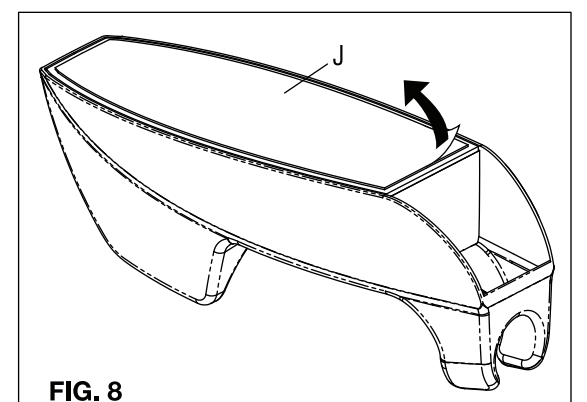

FIG. 8
- a. Peel backing from one side of Adhesive Pad (J). Place adhesive side to the back plate of the Cradle (A). Press firmly over the entire surface to secure the pad. [Fig.8]
- b. Choose a location on a non-porous surface (Note: verify the desired surface is clean and dry before positioning). Peel the backing from the Adhesive Pad (J). Place the Cradle (A) in the desired location and press firmly to secure the docking assembly. For good results, allow 10 minutes before placing Bidet Sprayer Body on its base cradle. [Fig.8]
A) Montaje al Muro usando Adhesivo Doble Faz: [Fig. 8]
- Remueva el papel protector del Adhesivo Doble Faz (J). Aplique el Adhesivo Doble Faz (J) sobre la parte posterior de la Base Soporte (A), presione firmemente para adherencia total.
- Elija una ubicación/superficie no porosa (Nota: verifique que la superficie a usar este limpia y seca antes de posicionar la base). Base Soporte (A) en el lugar deseado y presionando firmemente. Para lograr una adhesión perfecta, espere 10 min. antes de colocar la ducha bidet en su base.
a. Retirez la pellicule protectrice d'un côté du Tampon Adhésif (J). Placez le côté adhésif sur la plaque arrière du Support de Bidet (A). Appuyez fermement sur la surface entière pour fixer solidement le tampon.
b. Choisissez un emplacement sur une surface non poreuse (Remarque : vérifiez que la surface choisie est propre et sèche avant de positionner). Retirez la pellicule protectrice du Tampon Adhésif (J). Placez le Support de Bidet (A) à l'emplacement souhaité et appuyez fermement pour fixer solidement le Support de Bidet (A). Pour obtenir de bons résultats, attendez 10 minutes avant de placer le corps de la douchette-bidet sur son Support de Bidet (A). [Fig.8]